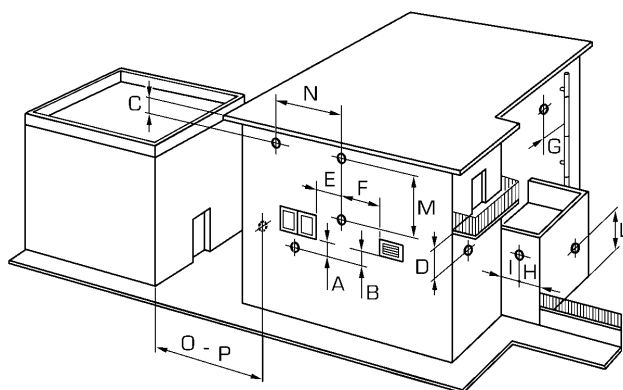

Fig. 11
2.10 POSIZIONAMENTO TERMINALI DI SCARICO (fig. 11)
rispettare facendo riferimento alla tipologia di un edificio indicato in fig. 11.